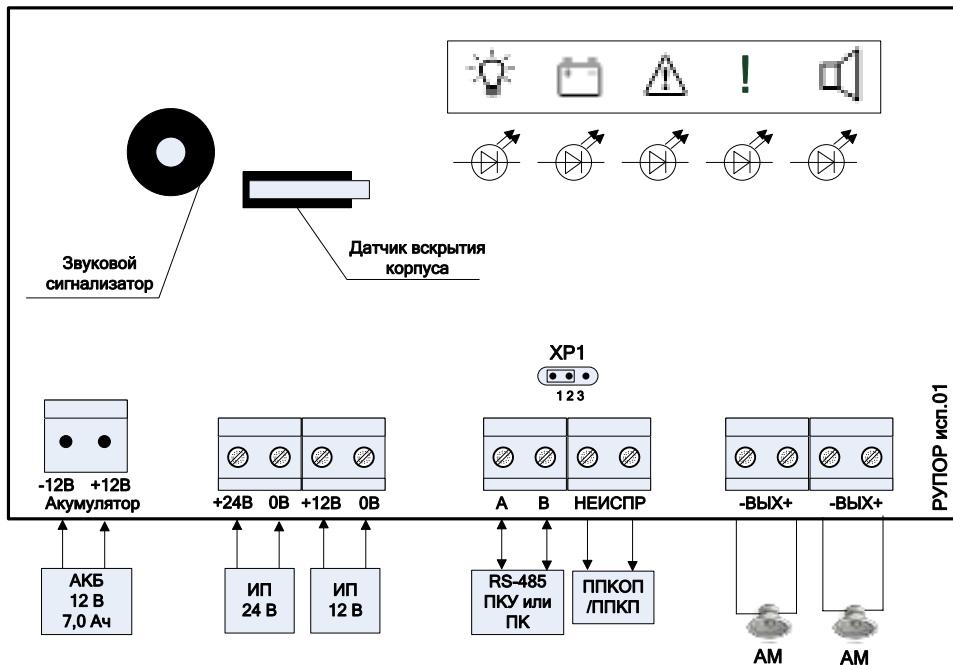

Рисунок 3. Схема внешних соединений блока
2.3 Монтаж соединительных линий производится в соответствии со схемой, приведенной на рис. 3.
4.5 Подключите к клеммам «Вых» блока акустический модуль (рис. 3).